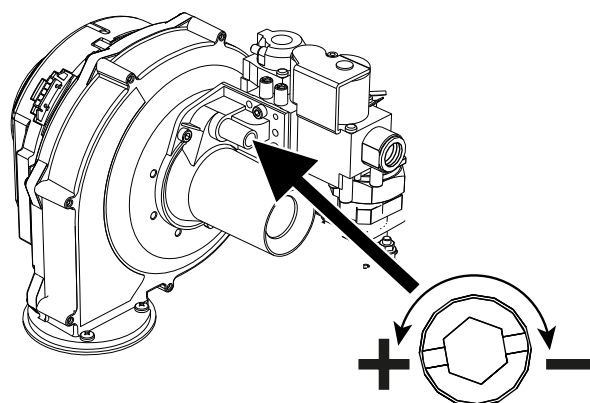

fig. 94- Tornillo de regulación de la capacidad máxima
- Si los valores no son los indicados, gire el tornillos de regulación del CO₂ (vea fig. 94) hasta alcanzar los valores indicados.